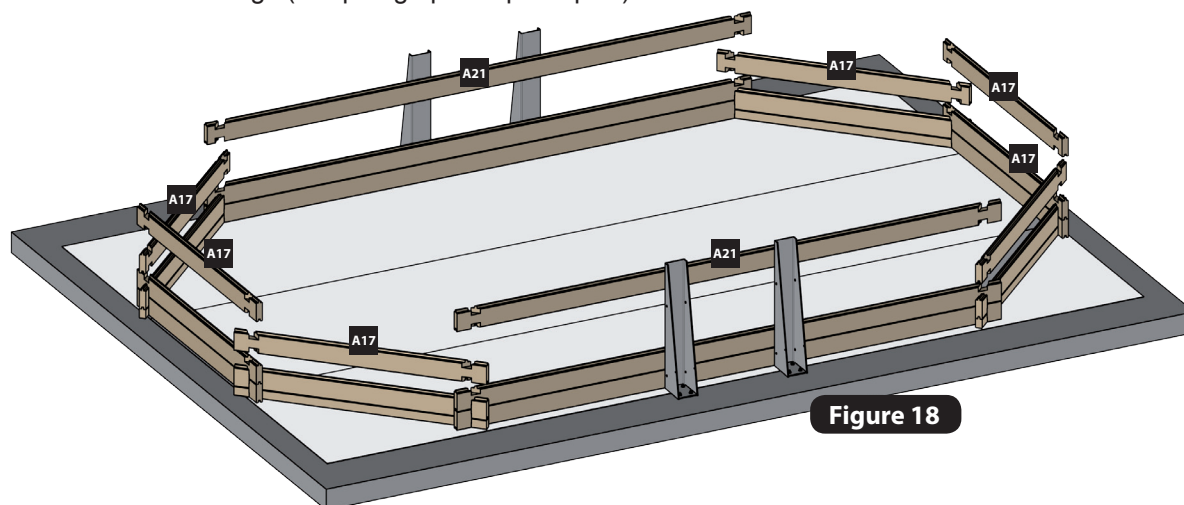

Figure 18
- Positionnez les madriers de la 3^{ème} rangée conformément à la figure 18. Vous devez avoir déterminé l'emplacement de la buse de refoulement et du skimmer dès le début du montage (voir paragraphes spécifiques).